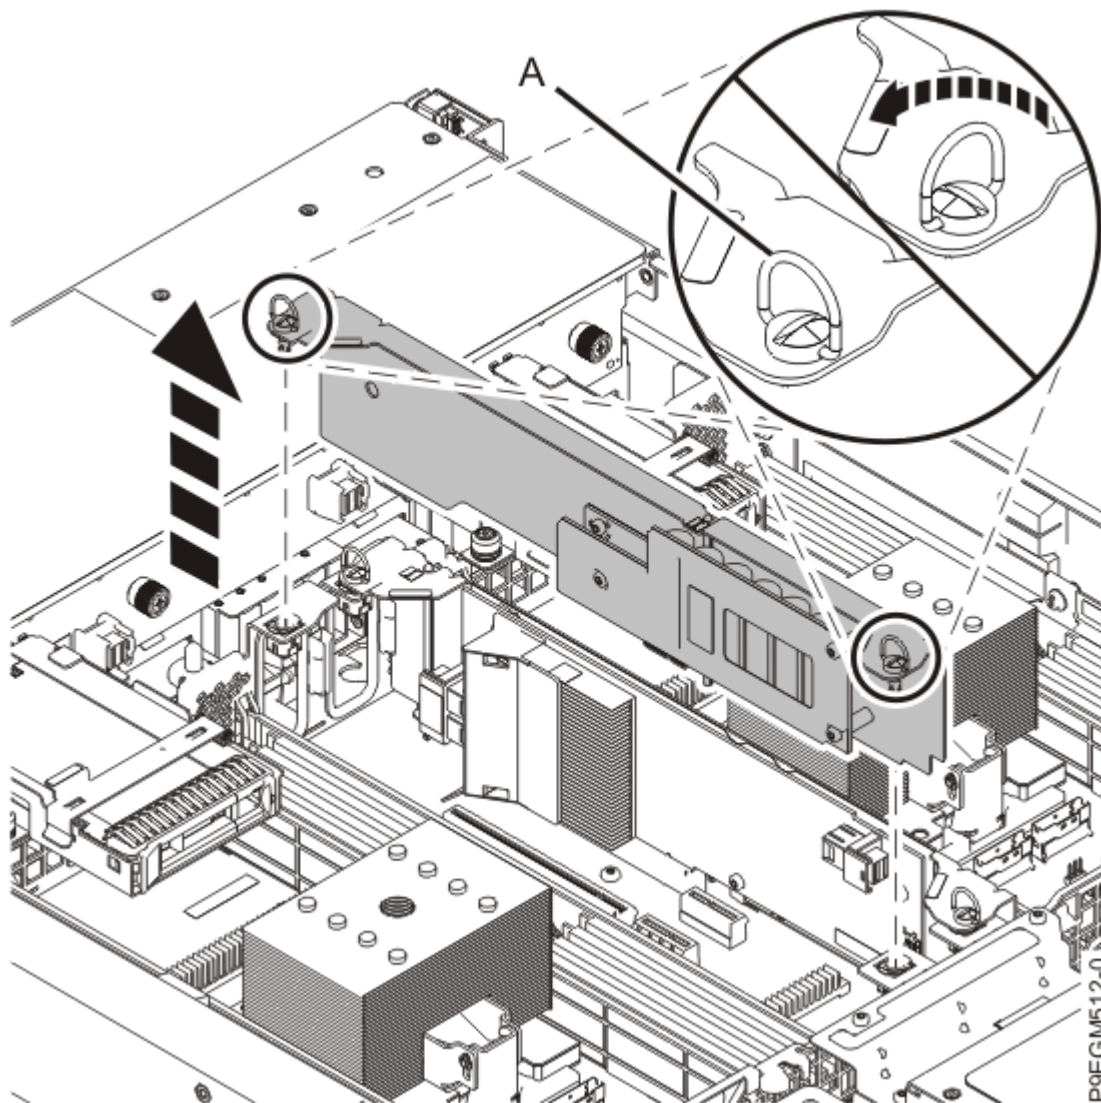

Figura 23. Extracción del módulo de alimentación de reserva
- a) Gire los tornillos **(A)** en el sentido contrario a las agujas del reloj para liberar el módulo de alimentación de reserva. Sujetando el módulo de alimentación de reserva por las asas de color azul, levántelo sacándolo de la ranura, tal como se muestra en la Figura 23 en la página 29.